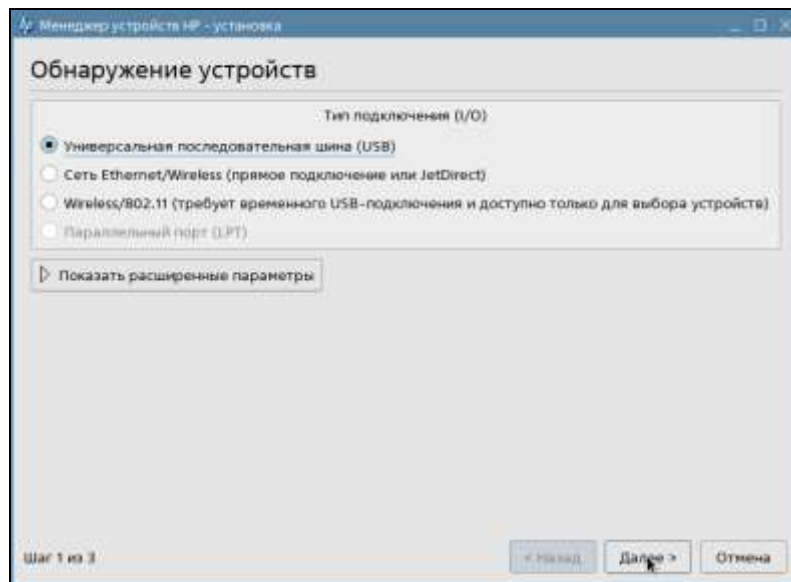

Рисунок 15 — Менеджер устройств HP. Обнаружение устройств
- 2) На странице **Обнаружение устройств** выбрать тип подключения **Универсальная последовательная шина** (Рисунок 15);